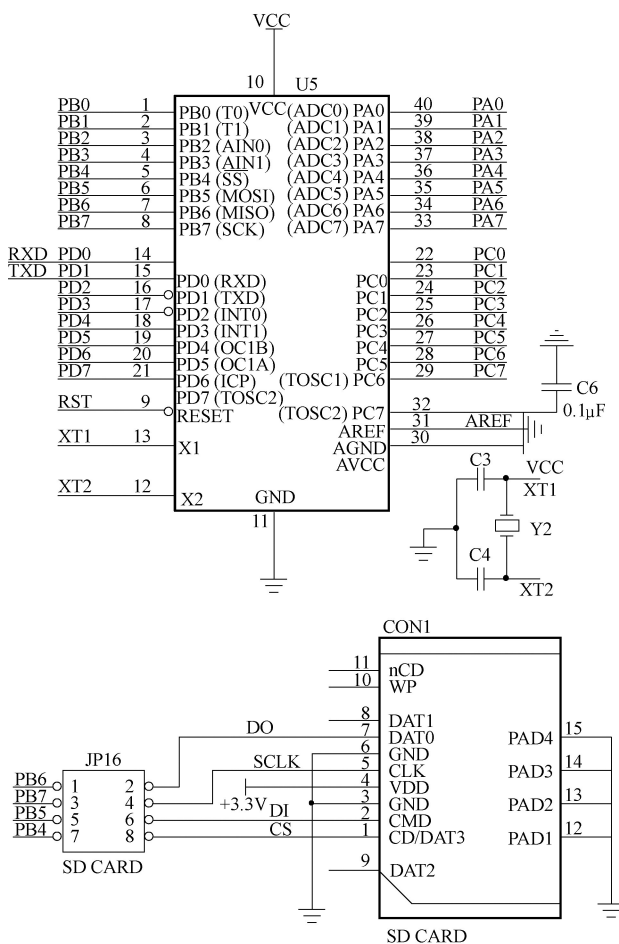

图 11-109 硬件原理图
1. SD 卡 SPI 模式下与单片机的连接图 (见图 11-109)